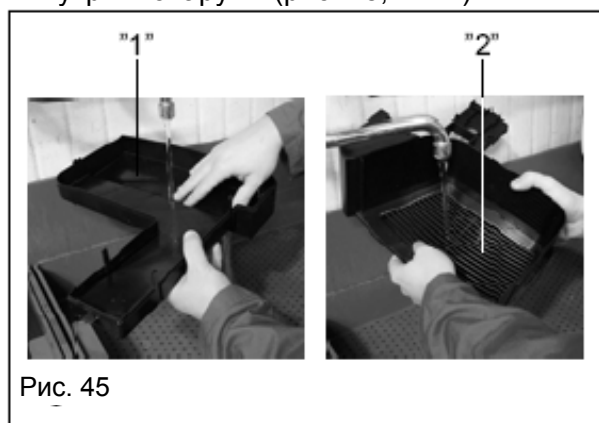

Рис. 45
- раздаточный выпускной канал – промойте внутри и снаружи (рис. 45, 1 и 2)